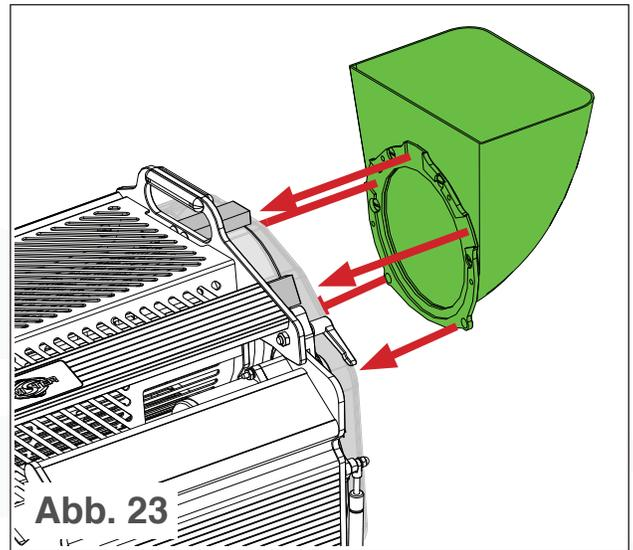

Abb. 23
1. Richten Sie die kreisförmigen Vertiefungen unter dem Trichterauslass an den Trichterstiften am T4 aus (siehe Abb. 23).
2. Platzieren Sie die drei rechteckigen Vertiefungen oben am Trichterauslass gegen die Magnete am T4 (siehe Abb. 23).